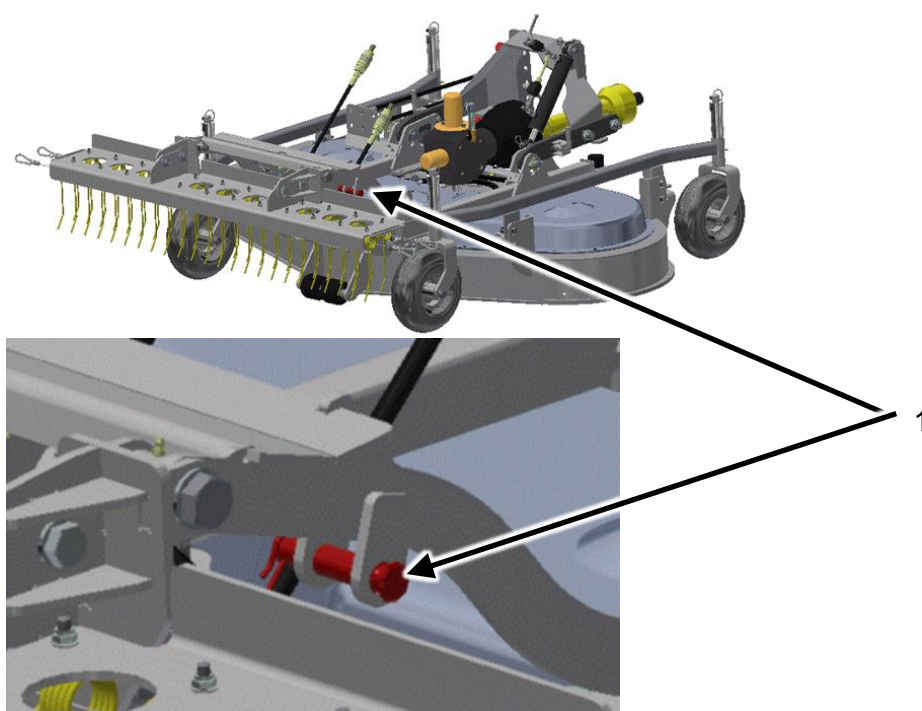

Abbildung 39: Striegel Position im Betrieb
**Der Sicherungsbolzen muss in der Arbeitsstellung wie in der Abbildung 39 montiert sein.